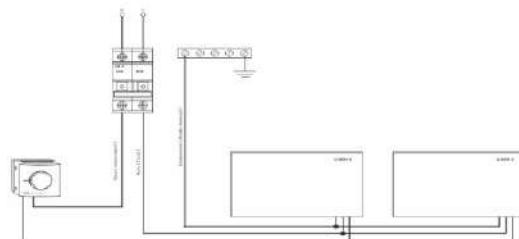

Abb. 1. Schema der Parallelschaltung von Paneele
7.1.8 Verbinden Sie die Anschlussdrähte mit dem Thermostat. Der Schaltplan ist in **Abb. 1** dargestellt.
7.5.4 Verbinden Sie die Anschlussdrähte mit dem Thermostat. Der Schaltplan ist in **Abb. 1**.